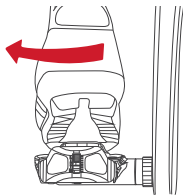

Figura 6. Torção lateral para desencaixar
- Para desengatar o sapato do pedal, afasta o teu calcanhar lateralmente da bicicleta (Figura 6).